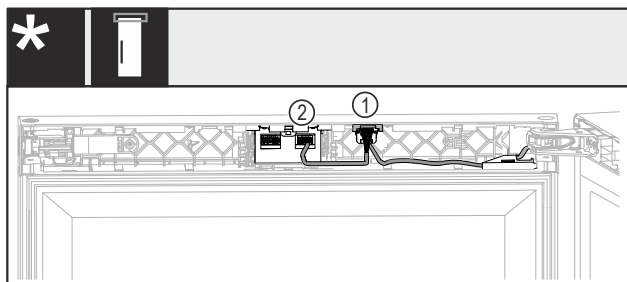

Fig. 46 Sans verrou ou verrou mécanique*
- Insérer le connecteur avec les deux câbles Fig. 46 (1) dans le guide.*
- Insérer le connecteur avec un câble Fig. 46 (2) dans le logement droit.*